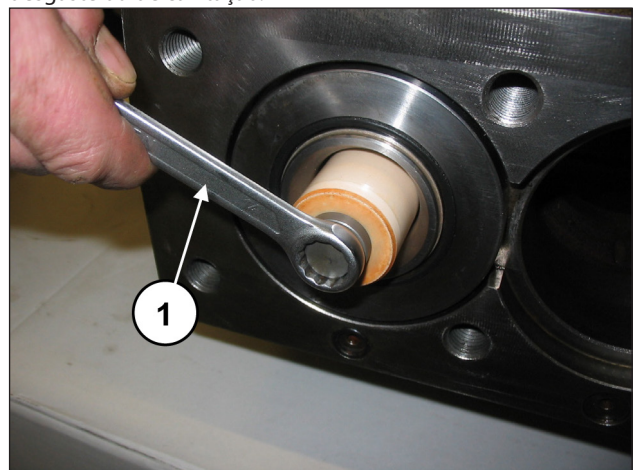

Fig. 138
Providencie a desmontagem dos pistões, soltando os parafusos de fixação (pos. ①, Fig. 138).